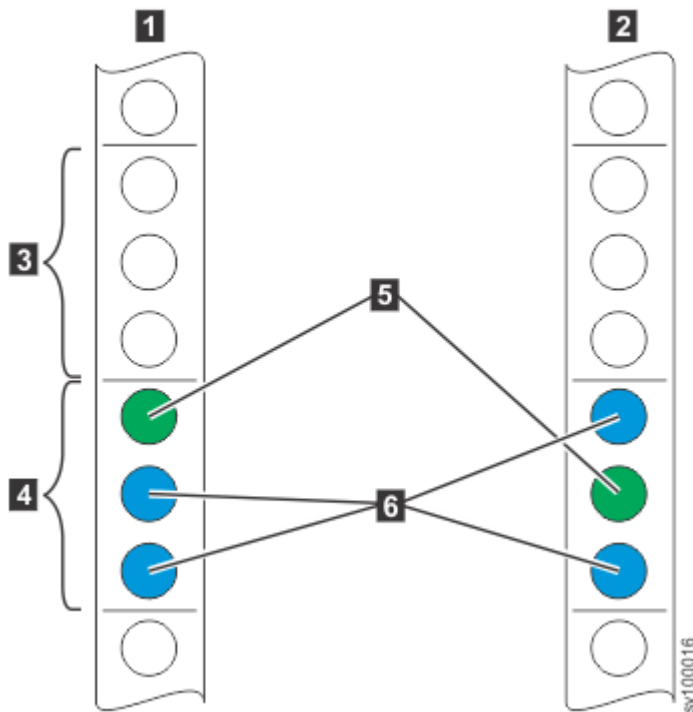

Figura 21. Identificando o espaço de rack
2. Selecione um espaço 2U disponível (dependendo do nó que está sendo instalado) em seu rack para instalar o nó, conforme mostrado na Figura 21 na página 21.